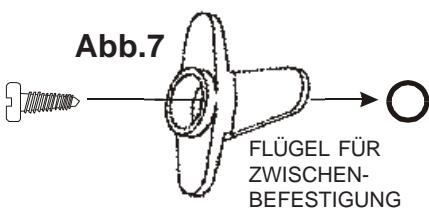

Abb.7
- Nach den Löchern für die Befestigungsschrauben evtl. Löcher für die Zwischenfixierung bohren (Abb.7)